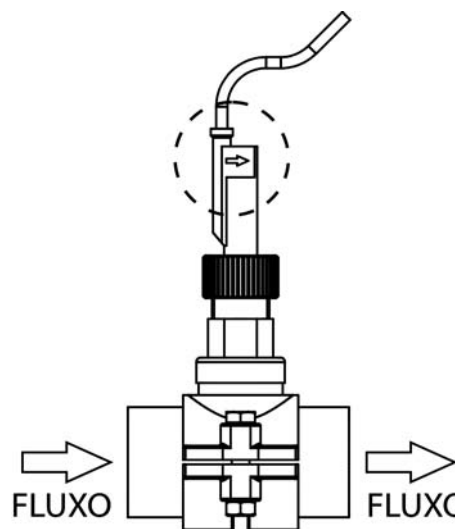

Fig. 14-2
3. Existe uma seta marcada na cabeça do detector de fluxo. Assegure-se de que a seta fica paralela ao eixo da tubagem e aponta para a direcção do fluxo de água (Fig. 14-2).